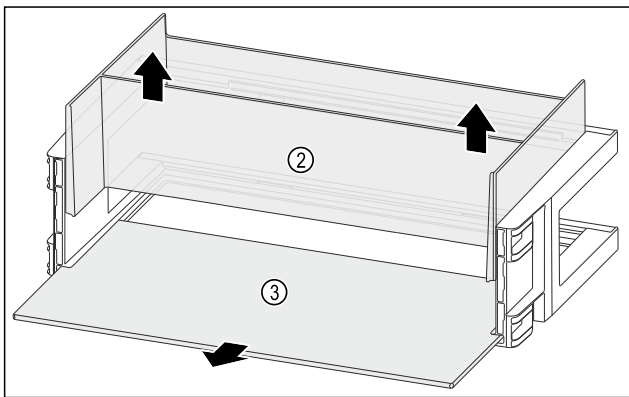

Fig. 93
- ▶ Свалете органайзера Fig. 93 (2) нагоре.
- ▶ Свалете рафта Fig. 93 (3).